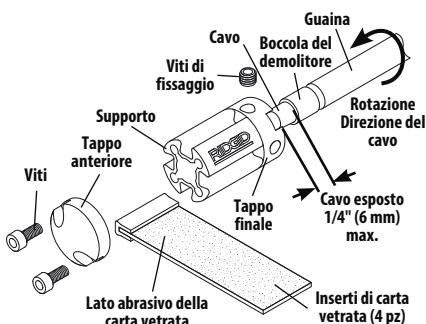

Figura 1 - Accessorio per carta vetrata RIDGID® FlexShaft
Gli accessori per carta vetrata RIDGID® FlexShaft sono progettati per l'utilizzo con le macchine RIDGID FlexShaft per la pulizia finale delle pareti delle tubazioni (ad esempio prima del rivestimento delle tubazioni) o per la pulizia finale di ripristino/laterale dopo il rivestimento delle tubazioni (Figura 1).
1. Rimuovere le due viti di fissaggio che lo trattengono e rimuovere il tappo anteriore. (Vedere Figura 1.)